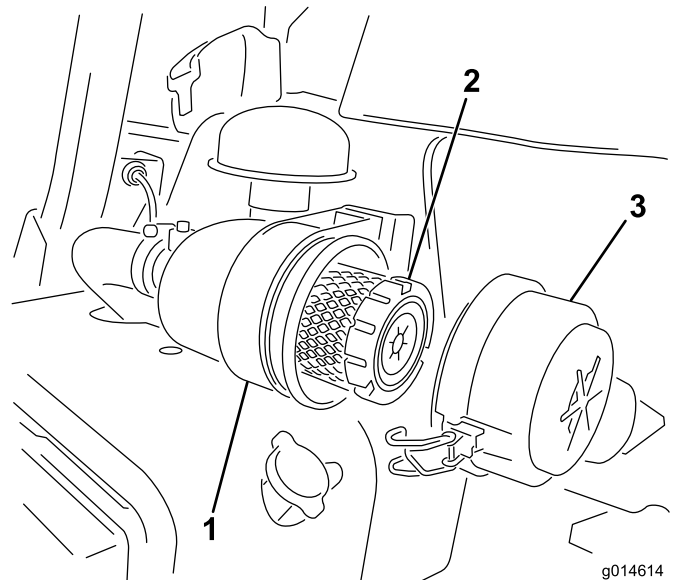

Figura 33
1. Abra los enganches que sujetan la tapa del limpiador de aire a la carcasa del limpiador de aire (Figura 33).
7. Cierre los enganches (Figura 33).